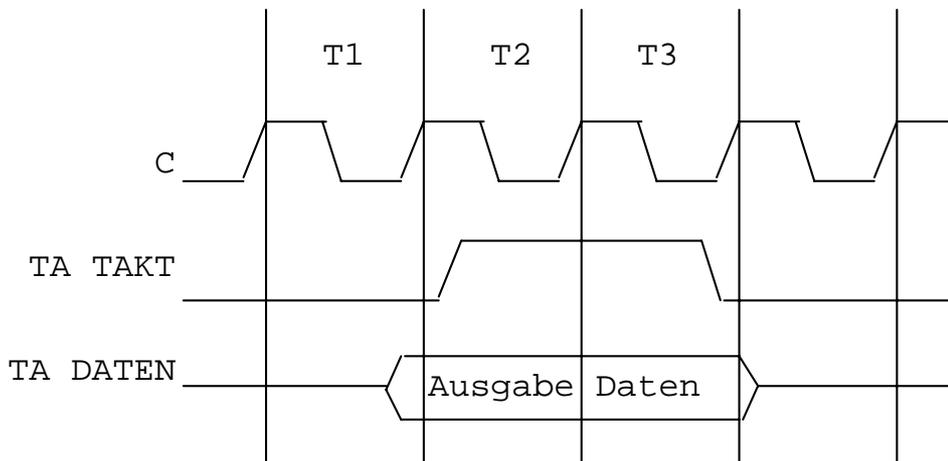

Abb. 2
Nachdem eine gültige Taste erkannt wurde, wird aus dem PROM der Code errechnet. Dieser wird mittels Outputbefehl gesendet. IORQ und das Adreßbit 15 sind dabei "LOW". Dadurch ist das Oktal-Latch A4 hochohmig und beeinflußt den Datenbus nicht. Der Pegel der Adreßbits A0-A14 spielt dabei keine Rolle. Das Signal Schreiboperation des Mikroprozessors (WR) wird als Synchronisationssignal benutzt, damit die Empfängerseite mitgeteilt bekommt, ob gültige Daten auf der Datenleitung liegen. Der Datenbus DB0 wird als Datenleitung benutzt. Die Datenleitung DB0 und das Synchronisationssignal WR werden über Treiberstufen geführt. Mittels eines Outputbefehls wird das erste zu übertragende Bit auf die Datenleitung gelegt und WR "LOW" gesetzt. Nach einer Linksverschiebung liegt das nächste zu sendende Bit auf DB0. Es wird erneut ein Outputbefehl durchgeführt, d.h., WR "LOW" gesetzt. Dieser Prozeß wird solange wiederholt, bis alle Bits einschließlich Start- und Stopbits gesendet worden sind (Abb. 2).